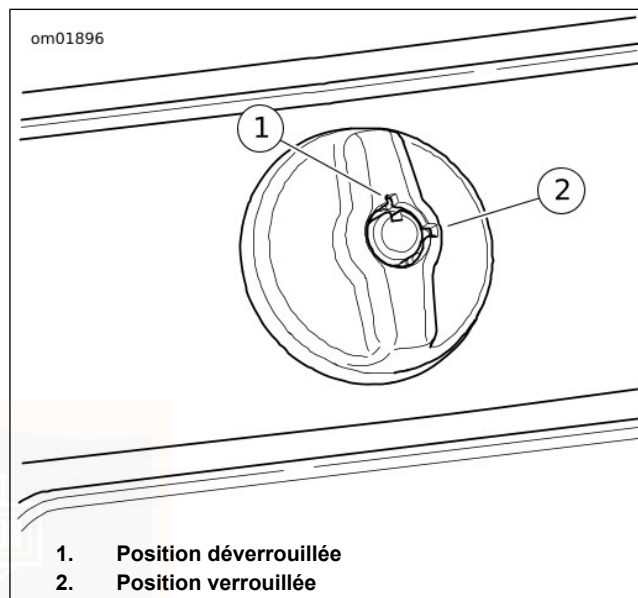

Figure 34. Verrou de coffre
1. Voir Figure 34. Pour déverrouiller le coffre, introduire la clé dans le verrou à barillet et la tourner de 1/4 de tour dans le sens antihoraire. Retirer la clé.